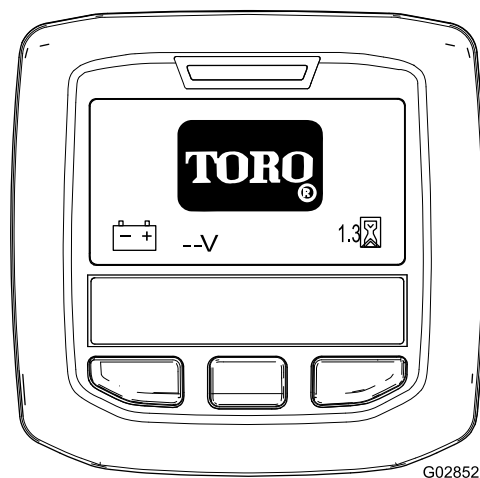

Рисунок 59
**Примечание:** Дисплей инфо-центра загорится, и на нем появится экран начальной загрузки (Рисунок 59).